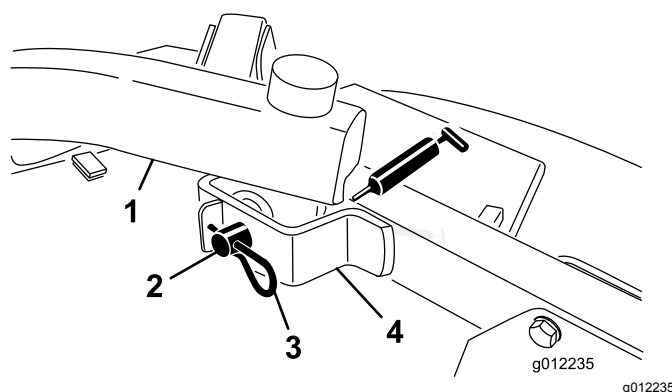

Bild 17
- Hubarmgelenke, vorne (2) (Bild 17)